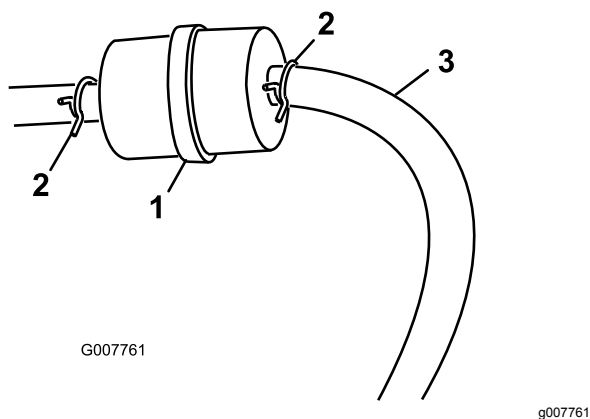

Figura 22
3. Premete le estremità delle fascette stringitubo ed allontanatele dal filtro (Figura 22).
5. Montate un nuovo filtro ed avvicinate le fascette stringitubo al filtro (Figura 22).
3. Allentate la fascetta stringitubo e spostatela in alto sul tubo del carburante, lontano dal filtro del carburante (Figura 22).
4. Scollegate il tubo del carburante dal filtro del carburante (Figura 22).
Nota: Lasciate spurgare il carburante in un contenitore o una bacinella di spurgo (Figura 22).
5. Collegate il tubo del carburante al filtro del carburante. Infilate la fascetta vicino al filtro del carburante, per fissare il tubo del carburante (Figura 22).